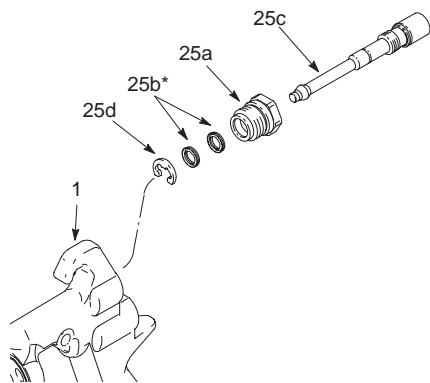

Fig. 25
1. Skru løs luftdyseregulatoren (25). Se fig. 25.